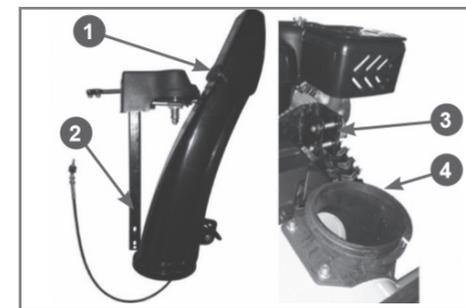

Рис. 7 Установка желоба выброса снега
10. Установите желоб 1 выброса снега со стойкой 2 и механизмом поворота в сборе (Рис. 7) на снегоотбрасыватель. Установите желоб 1 выброса снега на корпус основания желоба 4, а основание стойки 2 вставьте в кронштейн 3 (Рис. 7). Закрепите стойку 2 в кронштейне 3 с помощью двух болтов и гаек (Рис. 7).